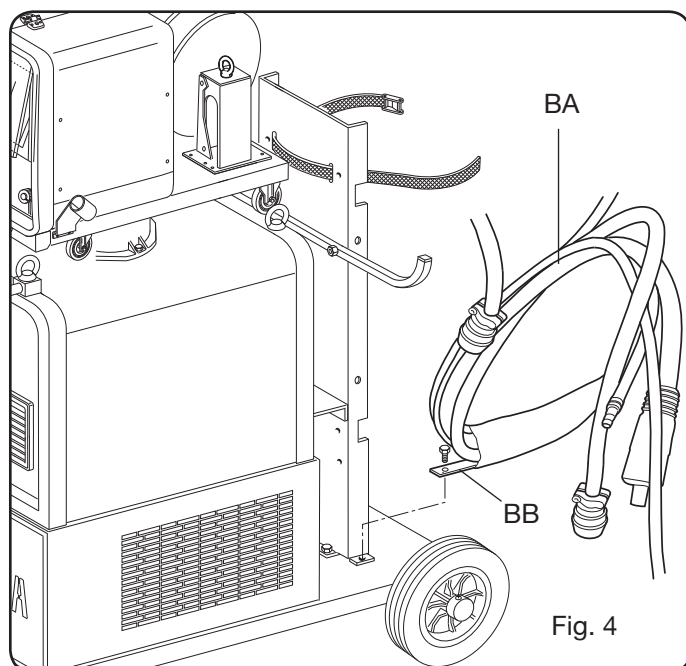

Fig. 4
- Zet het uiteinde van de verbinding **BA** vast door het lipje **BB** aan de onderkant van de wagen te bevestigen, zie Afb. 4.